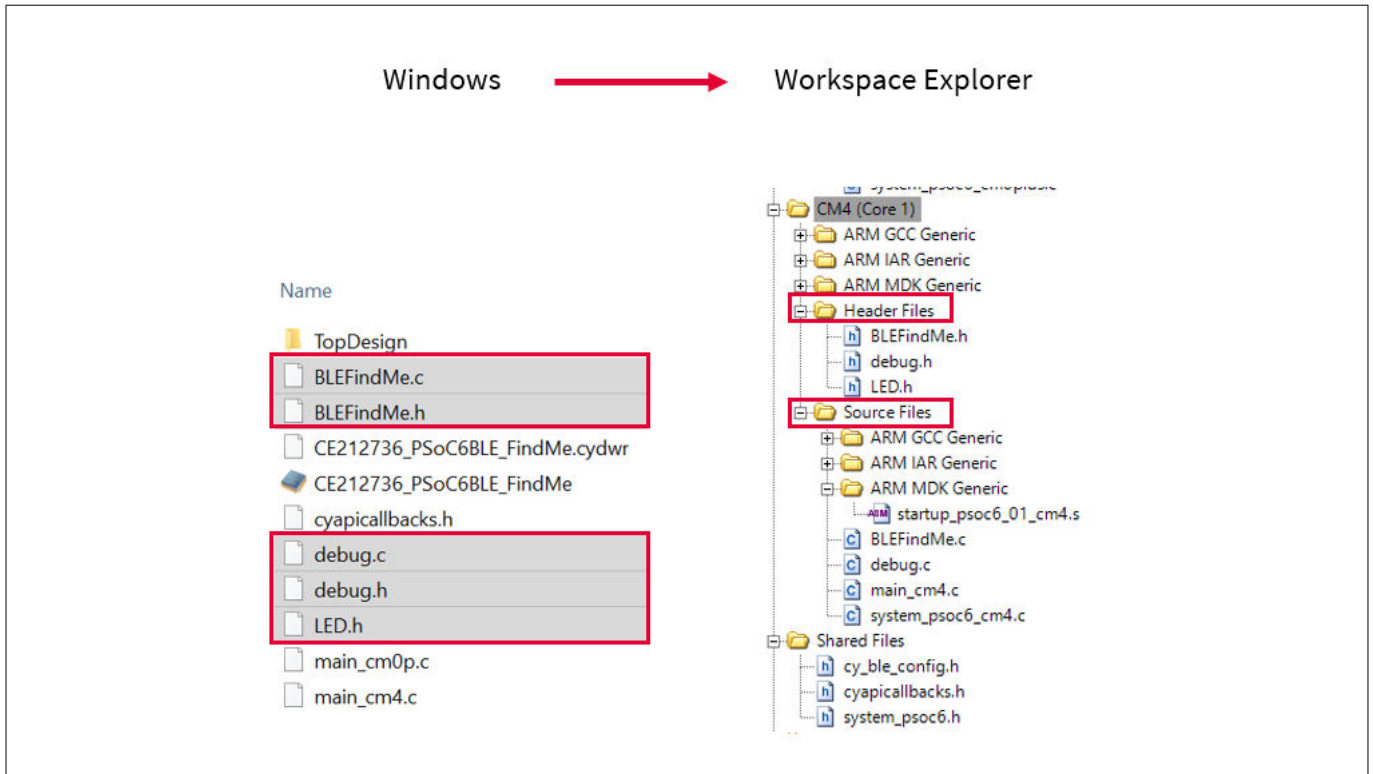

図 43 プロジェクトにファイルを追加
- これらのファイルをプロジェクトに追加します。このためには、ファイルを *Windows* フォルダから *Workspace Explorer* にドラッグし、ワークスペース内の *CM4* フォルダの場所にドロップします。図 43 を参照してください。